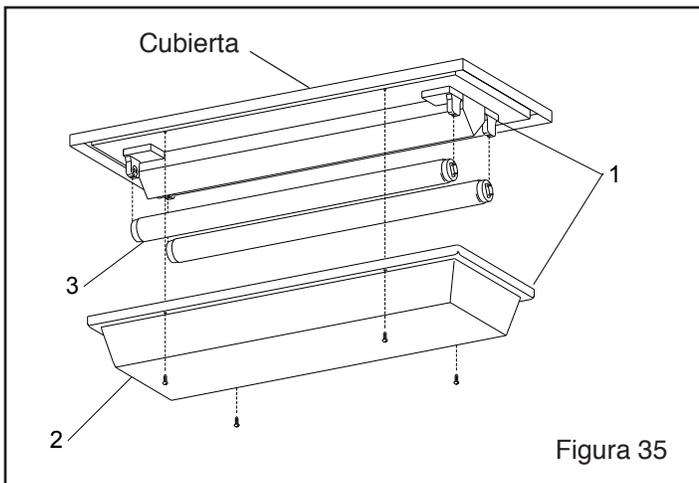

Figura 35
**9.6 Ensamble de lámpara, Figura 35**